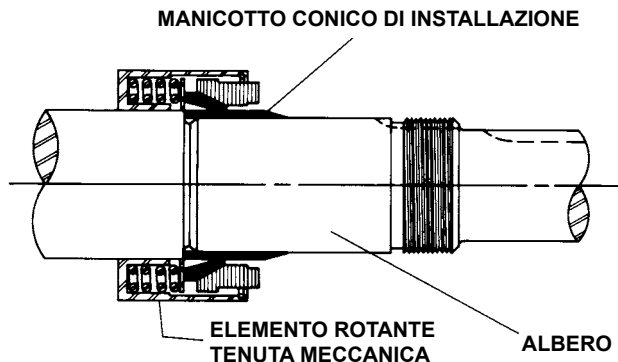

FIGURA 12
3. Pulire il mozzo del rotore ed i fori di alloggiamento delle tenute del supporto. Vedere Figura 12. Assicurarsi che siano entrambi privi di polvere e sabbia. Ricoprire il diametro esterno della guarnizione della sede della tenuta ed il diametro interno del foro di alloggiamento con olio non detergente SAE 30.
3. Mettere il manicotto conico di installazione sull'albero, vedere Figura 12. Il manicotto viene fornito con le tenute di ricambio per le misure H, HL, K, KK, L, LQ e LL. Ricoprire l'albero rotore, il manicotto conico di installazione ed il diametro interno dell'elemento rotante della tenuta meccanica con una generosa quantità di olio non-detergente SAE30. La vaselina può essere utilizzata ma si sconsiglia l'utilizzo di grasso.